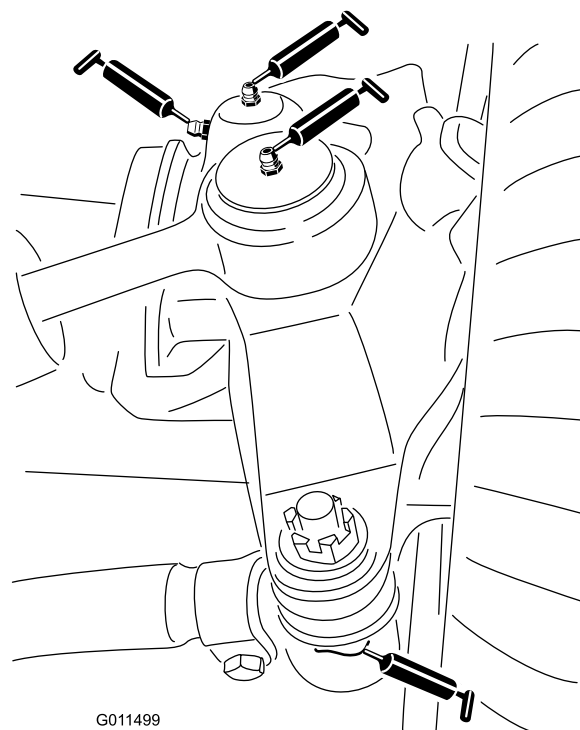

Figura 58
- Rótulas de los cilindros de dirección (2) (Figura 58)
- Rótulas de las barras de acoplamiento (2) (Figura 58)
- Casquillos de los pivotes de dirección (2) (Figura 58).